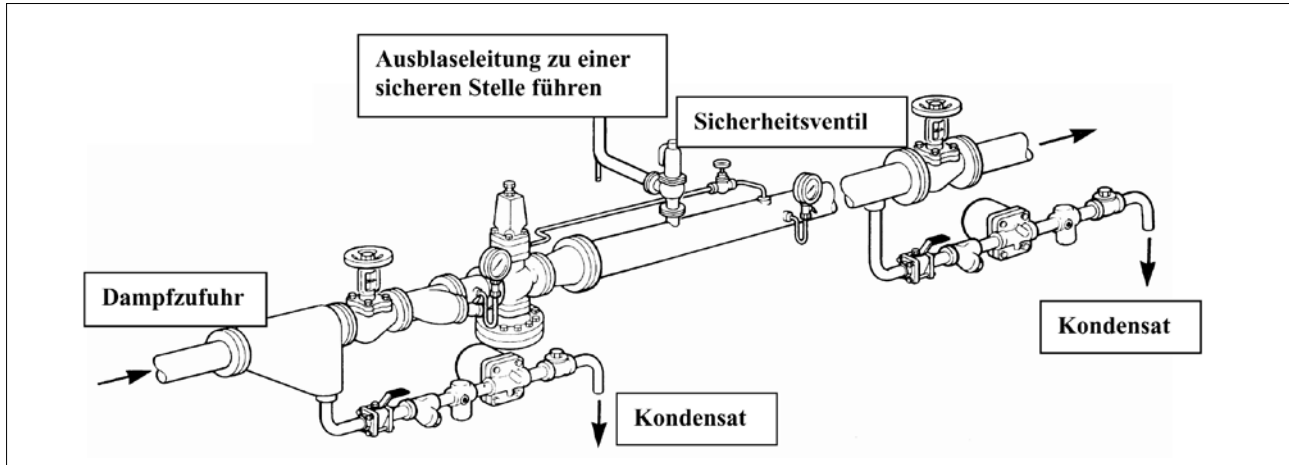

Bild 1: Typisches Einbau-Beispiel für ein Sicherheitsventil nach einem Druckreduzierventil
1. Prüfen, ob der Aufbau der Anlage korrekt ist (siehe Beispiel Bild 1)